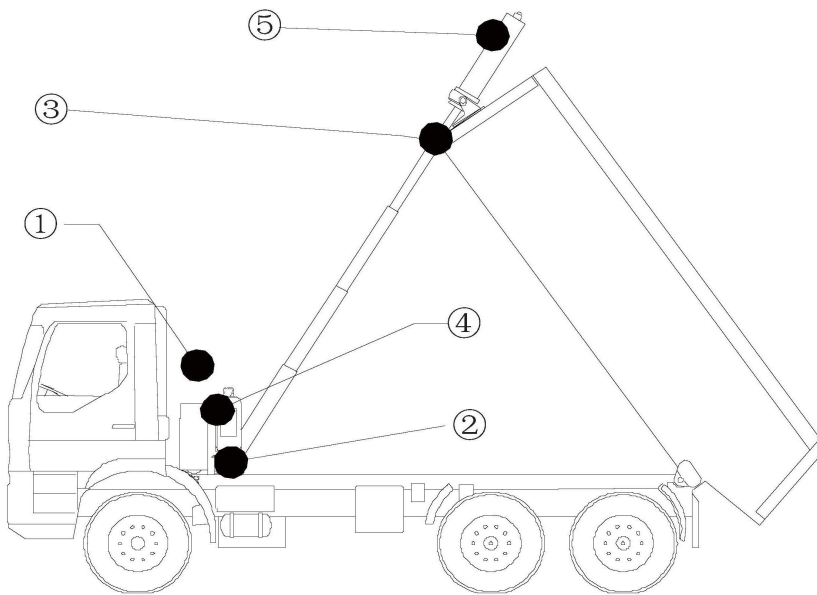

图 1 Рисунок 1
- 其他可能影响安装位置的因素如图 1 所示：
- ① 驾驶室间隙——确保油缸与驾驶室间留有足够空间，以便于驾驶室的翻转、举升过程中厢体的运动及安装区域内可接触到其它部件。
- ② 旋转空间——在举升过程中油缸会围绕其下支架旋转，请确保在油缸、驾驶室及变速箱周围留有足够空间。
- ③ 末级缸筒间隙——检查油缸顶起后油缸缸筒与车厢前端是否留有至少 50mm 的间隙。
- ④ 维护空间——确保留有适度空间以便在安装及维护过程中使用工具、连接软管等等。
- ⑤ 以一定角度(相对于厢体)安装的 FC 型油缸在举升过程中将会摆向厢体。确保整个举升过程中油缸与车厢前端留有足够间隙(至少 50mm)。